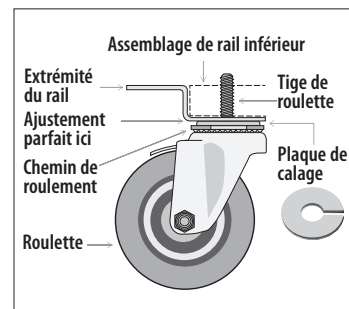

Fig. 7. Diagramme des roulettes.
3. Vissez les roulettes dans le rail du châssis ou le fond de l'appareil. Voir fig. 7 et 8.